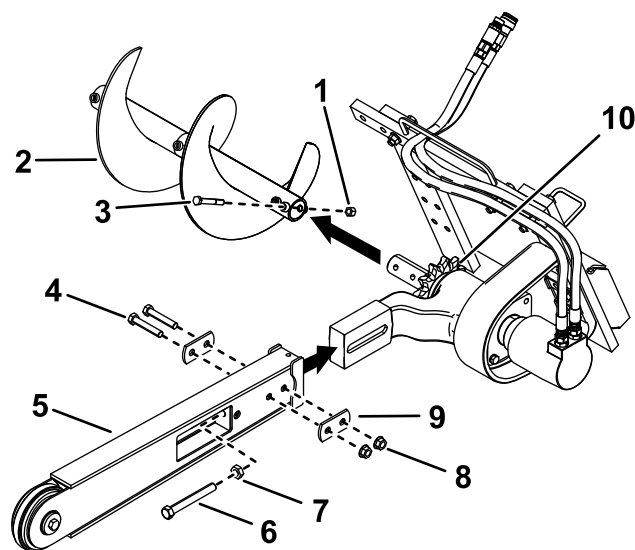

Figura 4
3. Îndepărtați urubul i piulia care fixează melcul pentru material excavat i îndepărtați melcul (Figura 4).
4. Îndepărtați cele 2 uruburi ($\frac{5}{8} \times 3 \frac{1}{2}$ "), 2 piulie ($\frac{5}{8}$ ") i 2 aibe duble de pe părțile laterale ale braului (Figura 4).
5. Slăbiți urubul de reglare i contrapiulia (Figura 4).